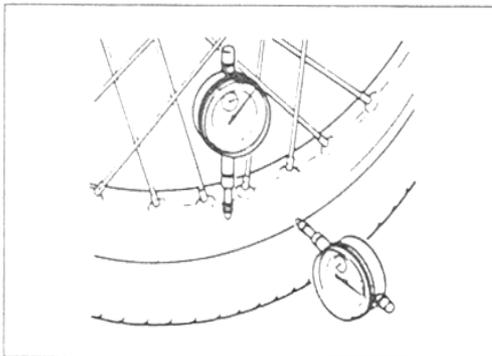

Bild 189
-  Räder auf Zentrierständer lagern, Seiten- und Höhengschlag mit Messuhr prüfen (Verschleissgrenze jeweils 2,0 mm; Bild 189). Unrund laufende Räder richten lassen.